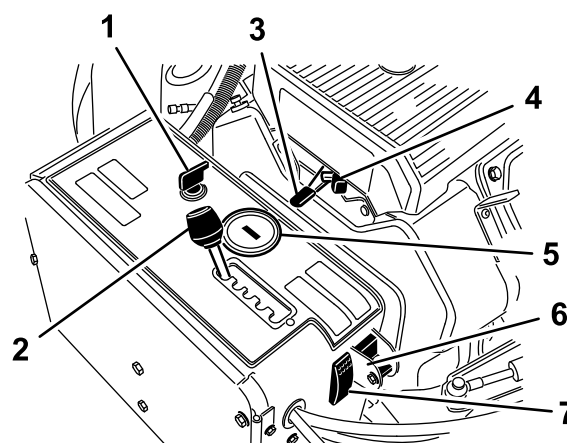

Figure 12
Le commutateur d'allumage (Figure 12) sert à démarrer et arrêter le moteur. Il a 3 positions :
Placez le levier de sélection de l'espacement (Figure 12) dans le trou correspondant à l'espacement voulu ou à la position « T » pour le transport.
La commande d'accélérateur (Figure 12) permet de réguler le régime moteur. Déplacez la commande en avant (position HAUT RÉGIME) pour augmenter le régime moteur ou en arrière (position BAS RÉGIME) pour le réduire. Le régime moteur régule la vitesse
- À l'arrêt du moteur, le compteur horaire/compte-tours (Figure 12) affiche le nombre d'heures de fonctionnement du moteur.
Utilisez le starter pour démarrer le moteur à froid (Figure 12).
Tournez le sélecteur vers le bas pour désactiver la fonction TrueCore (Figure 12). Retirez le boulon pour accéder au sélecteur manuel.
Appuyez sur l'interrupteur de réinitialisation du système (Figure 12) pour lever la tête d'aération si la machine tombe en panne (par ex. panne de carburant).